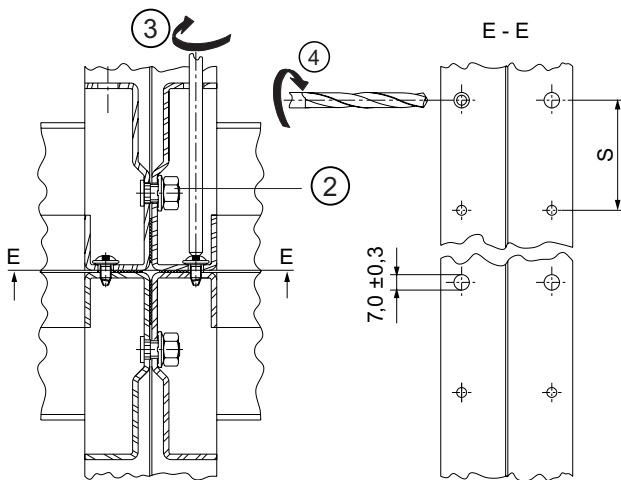

Bild 8b
- 3 Die Gerüstverbindung einer Schrankreihe zeigt Bild 8b. Die dargestellte Dichtung ist für IP54 notwendig.
- 4 Für die Verbindung von Schrankrücken / Schrankrücken gleicher Höhe und Breite in der Rückseite eines Gerüsts 6 bis 10 Löcher von $\varnothing 4,5$ mm auf $\varnothing 7,0 \pm 0,3$ mm bohren (Bild 8b).
- 5 Die Gerüstücken aneinanderstellen und an den mit Dünnschrauben PM 5x10 miteinander verschrauben, siehe Bild 8b.
- Die Querholme oben und unten durch Einziehbolzen M 8x15, Kontaktscheiben 8 und Muttern M 8 miteinander in den seitlichen Rundlöchern und dem mittleren Loch (ab Schrankbreite 900 mm) verschrauben, siehe Bild 8b.